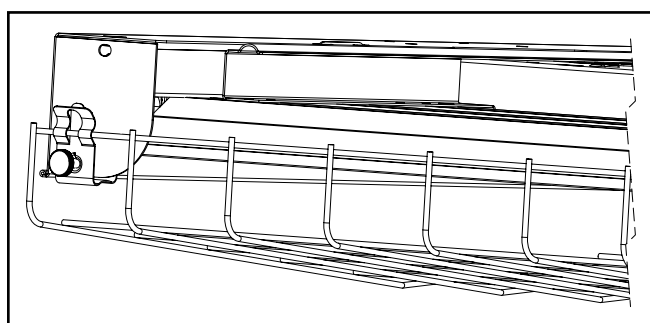

Figure 3.
4. Alignez l'attache/l'écran de protection avec le trou défonçable puis serrez la vis à ailettes jusqu'à ce qu'elle se retrouve dans le trou situé sur l'embout su luminaire (Figure 3.).